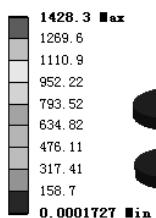

图 7.10.9 应力结果图解
(1) 求解分析。在顶部工具栏中单击 Solve 按钮求解分析。
(2) 查看应力结果图解。在“Outline”窗口中选中 Equivalent Stress，查看图 7.10.9 所示的应力结果，其最小应力为 0.0001727 MPa，最大应力为 1428.3 MPa。